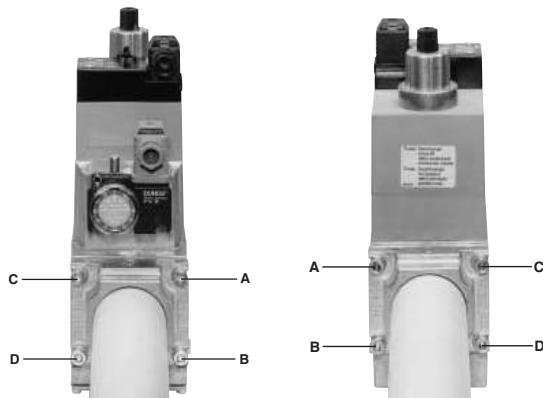

Рис. 6
1. Расслабить винты А и В, но **не снимать их** (Рис. 6 и Рис. 7)
2. Отвинтить винты С и D (Рис. 6 и Рис. 7)